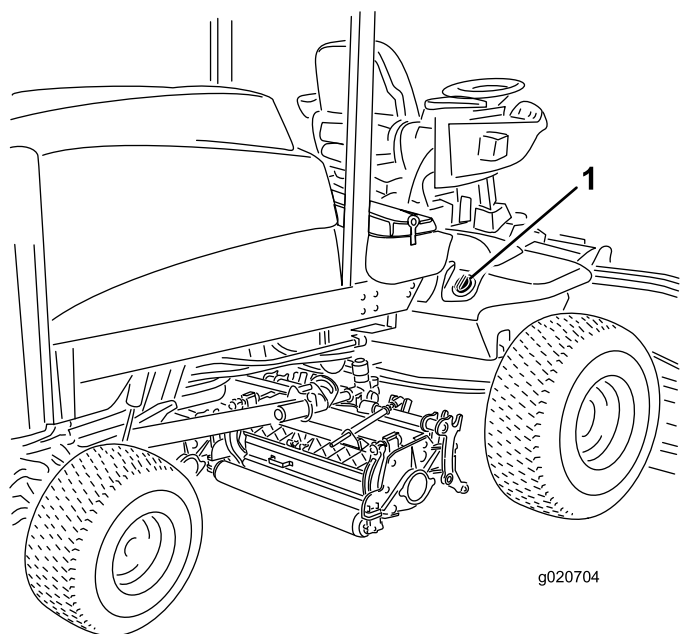

Figure 36
2. Nettoyez la surface autour du goulot et du bouchon de remplissage du réservoir hydraulique (Figure 36).